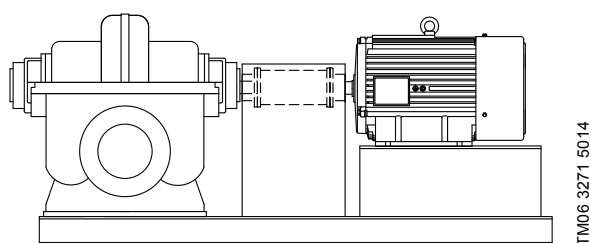

Рис. 3 Насос с электродвигателем и общей рамой-основанием
1. Насос с электродвигателем и общей рамой-основанием. См. рис. 3.